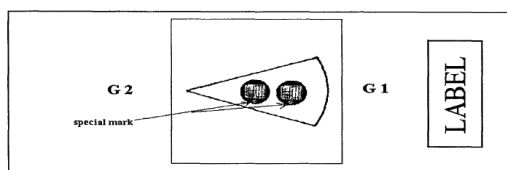

fig.1 スライドを試料台に置く時の正しい方向
- fig.1のようにラベルを右にしてスライドを置く。
- G1・G2の位置を見る。ラベルに近いほうがG1、その左側がG2。視野指定領域を示すマークはfig.1のようにフィルター切片の下側にある。
- fig.1の方向にして試料台にスライドを置く。